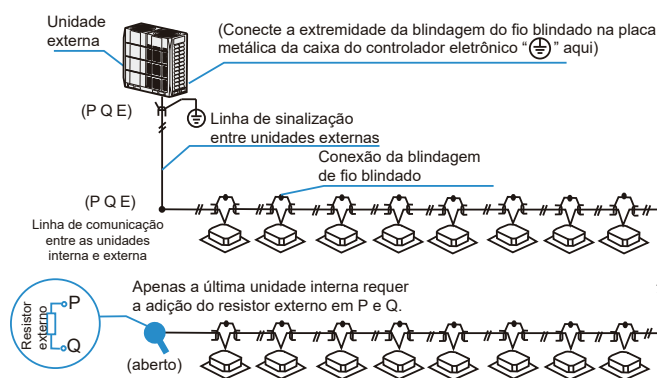

Figura 36
- A fiação de comunicação entre as unidades interna e externa deve conectar uma unidade após a outra através de encadeamento em margarida desde a unidade externa até a unidade interna final, a camada blindada deve estar devidamente aterrada, um resistor externo deve ser adicionado à última unidade interna para melhorar a estabilidade do sistema de comunicação (consulte a Figura 36).